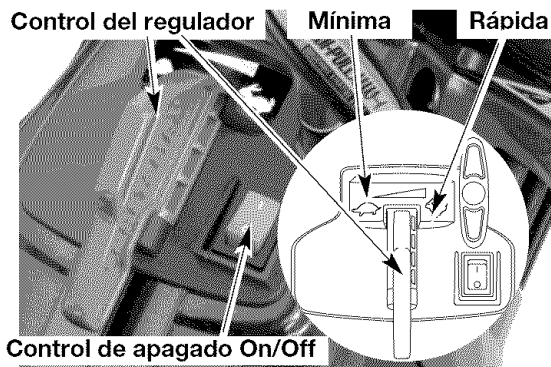
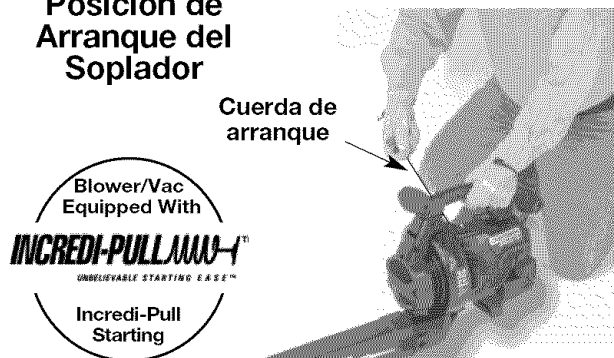

Fig. 9
Fig. 11
ADVERTENCIA: Evite los arranques accidentales. Está en posición de arranque cuando hale la cuerda (Fig. 11 y 12).
3. Ponga la unidad en la posición de arranque (Fig. 11 o Fig. 12). Coloque el control del regulador en la posición de mínima (☛) (Fig. 9).